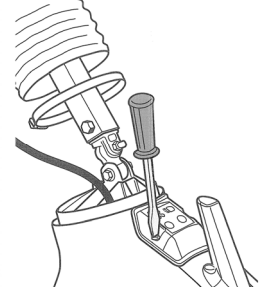

Fig.11
6) スポットライトをフード上部にボルトで取付けてください。(Fig.11)